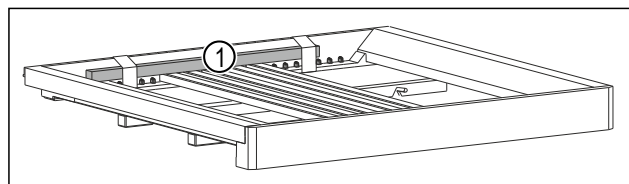

Fig. 7 *
- ▶ Odstraňte dřevěnou tyč Fig. 7 (1)*.